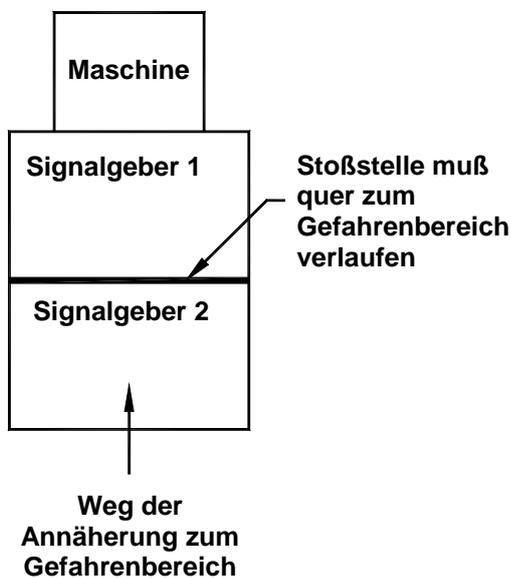

Abbildung 3 - Anordnung der Stoßstellen
b) Wie in Abbildung 3 demonstriert, sollten die Signalgeber quer zur Maschine verlegt werden, so daß die Naht der Totzone nicht in den Gefahrenbereich führt.